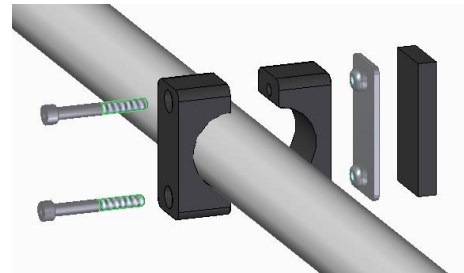

Abbildung 6
Zum Schutz vor Kollision zwischen Tür und Fahrradträger kann ein zusätzlicher Anschlag (9) am fahrzeug-näheren Querrohr mit zwei Zylinderschrauben M6x50 montiert werden (Abb. 6).